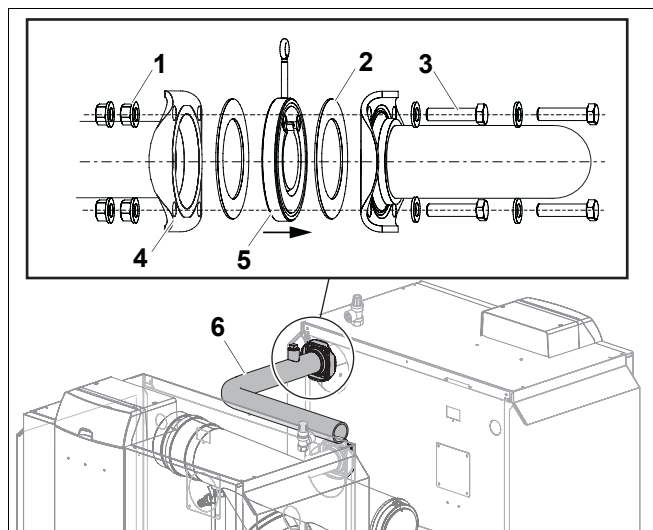

Рис. 5 Подключение подающей линии к первому котлу
- Обратный клапан (рис. 5, поз. 5) остается установленным на подающей линии в соответствии с направлением потока воды.
- Установите уплотнение (рис. 5, поз. 2) на обратный клапан.
- Соедините четырьмя болтами (рис. 5, поз. 3) и гайками (рис. 5, поз. 1) фланец трубы подающей линии (рис. 5, поз. 6) с фланцем подающей линии на котле (рис. 5, поз. 4).